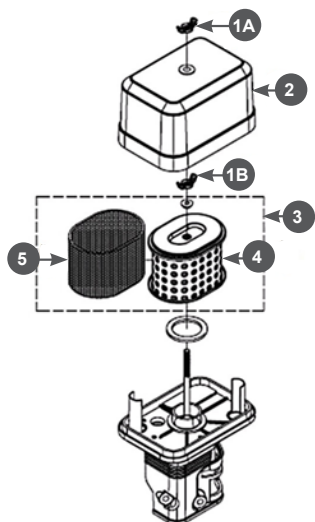

Рис. 25 Обслуживание воздушного фильтра
1. Открутите барашковую гайку 1А и снимите крышку 2 воздушного фильтра (Рис. 25).
2. Открутите барашковую гайку 1В и извлеките из корпуса воздушный фильтр 3 в сборе (Рис. 25).
3. Проверьте целостность и чистоту фильтрующих элементов. Поролоновый (предварительный) фильтрующий элемент 5 установлен на корпусе бумажного фильтрующего элемента 4 (Рис. 25).
4. При незначительном загрязнении промойте поролоновый фильтрующий элемент 5 (Рис.25) теплым мыльным раствором и просушите.